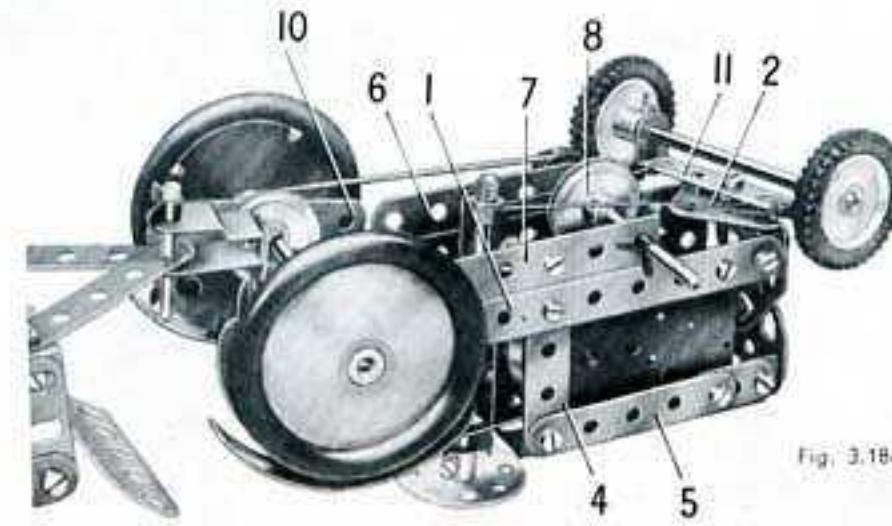

Fig. 3.18a.
Chaque côté du châssis du tracteur est constitué par une bande de 11 trous (1). Ces bandes sont reliées à l'avant par une embase triangulée coudée (2) visée sur des équerres, et à l'arrière par une bande de 5 trous (3), également fixée sur des équerres. Deux embases triangulées plates, boulonnées ensemble, sont fixées sur le rebord de l'embase triangulée coudée (2). Une bande de 5 trous (4) est fixée sur chacune des bandes (1). Les extrémités supérieures des bandes (4) sont reliées à des bandes de 5 trous (5) prolongées par des supports plats. Les bandes (5) sont reliées au radiateur par des équerres. Un moteur Magic est boulonné directement sur l'une des bandes (fig. 3.18a). Le dessus du capot est constitué par deux plaques flexibles de 6 × 4 cm. fixées sur des équerres boulonnées aux bandes (4). Une bande de 5 trous (6) et une bande coulée de 60 × 12 mm. (7) sont boulonnées aux extrémités inférieures des bandes (4); elles soutiennent une tringle de 9 cm. qui est munie d'une poulie de 25 mm. (8) reliée par une courroie de transmission à la poulie du moteur; la tringle porte également une poulie de 12 mm. (9) qui entraîne une poulie de 25 mm. montée sur l'essieu arrière. La poulie de 12 mm. est fournie avec le moteur Magic. L'essieu arrière est une tringle de 10 cm. qui passe dans des plaques semi-circulaires (10) fixées aux derniers trous de la bande (3) par des équerres renversées.